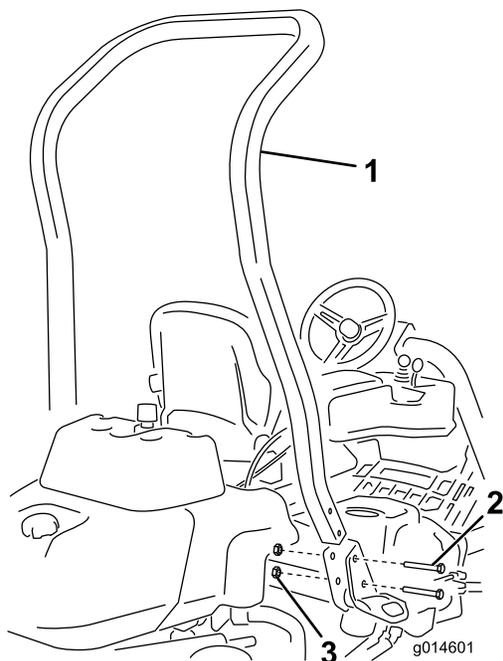

図3
3. 機体の左右にあるポケットにROPSを差し込み、ボルト $\frac{1}{2}$ " x $3\frac{3}{4}$ " インチ4本とフランジナット4本 $\frac{1}{2}$ " インチで図3のように固定する。